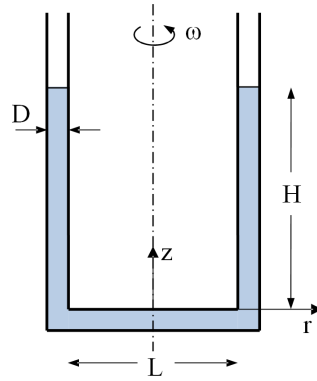

Figura 1.19: Tubo en U girando.
Un tubo en forma de U con los extremos abiertos a la atmósfera, como el indicado en la figura 1.19 tiene diámetro $D = 0,01$ m, anchura $L = 1$ m y lleno de agua hasta una altura $H = 1$ m está girando con velocidad angular $\omega = 15 \text{ rad/s}$ respecto a la vertical que pasa por el centro. La altura del tubo es suficiente para evitar el desbordamiento del fluido.
- 1º) Calcule en función de los datos suministrados, la distribución de presiones $p(z, r)$ respecto a los ejes indicados en la figura 1.19.